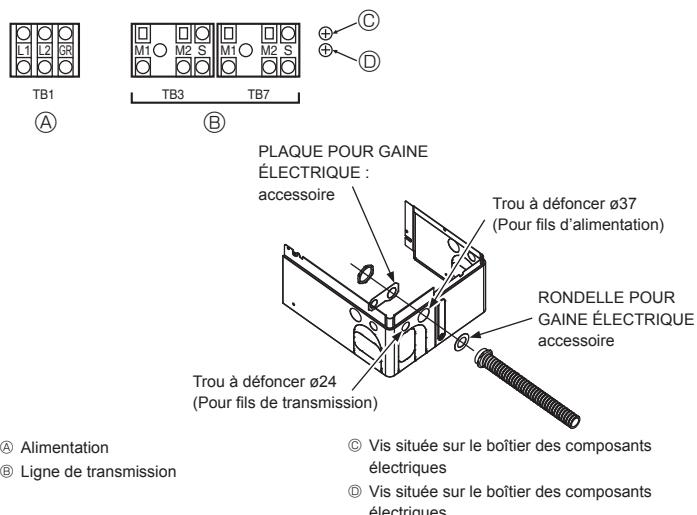

Fig. 6-1
6.2. Boîtier de commande et emplacement pour le raccordement des câbles (Fig. 6-1)
- En cas d'utilisation de câblage blindé, raccorder le câble blindé de terre de la ligne de transmission du boîtier de dérivation à la vis (Ⓐ ou Ⓑ) et raccorder le câble blindé de terre de la ligne entre les appareils extérieurs et la ligne de transmission du système de commande centralisée à la borne blindée (S) du bloc de sortie de la commande centralisée (TB7). De plus, si le connecteur d'alimentation CN41 des appareils extérieurs a été remplacé par le connecteur CN40, la borne de blindage (S) du bloc de sorties (TB7) du système de commande central devrait également être raccordée à la vis (Ⓐ ou Ⓑ) à l'aide du câble existant.